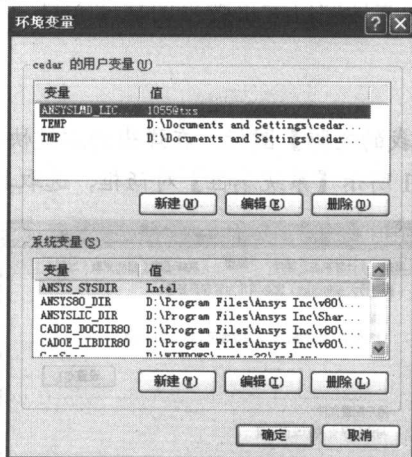

图1-4 【环境变量】对话框
3. 添加了环境变量的【环境变量】对话框如图 1-4 所示。单击 按钮关闭对话框完成环境变量的添加。